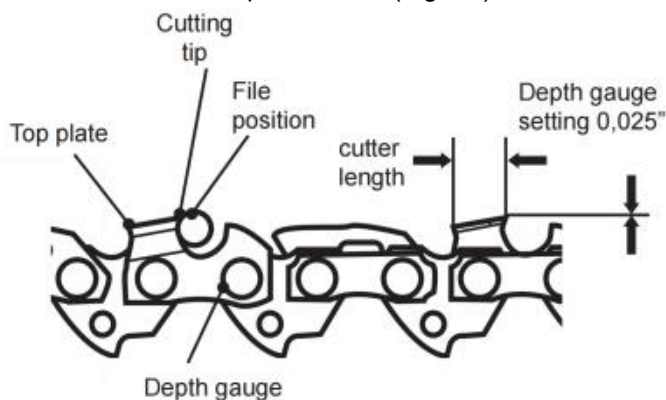

Fig. 75
9. Utilizzare uno strumento di misura con profondimetro per controllare l'altezza di il misuratore di profondità. Sono disponibili maschere di misurazione per profondimetro commercianti di utensili più rinomati (Fig. 75).